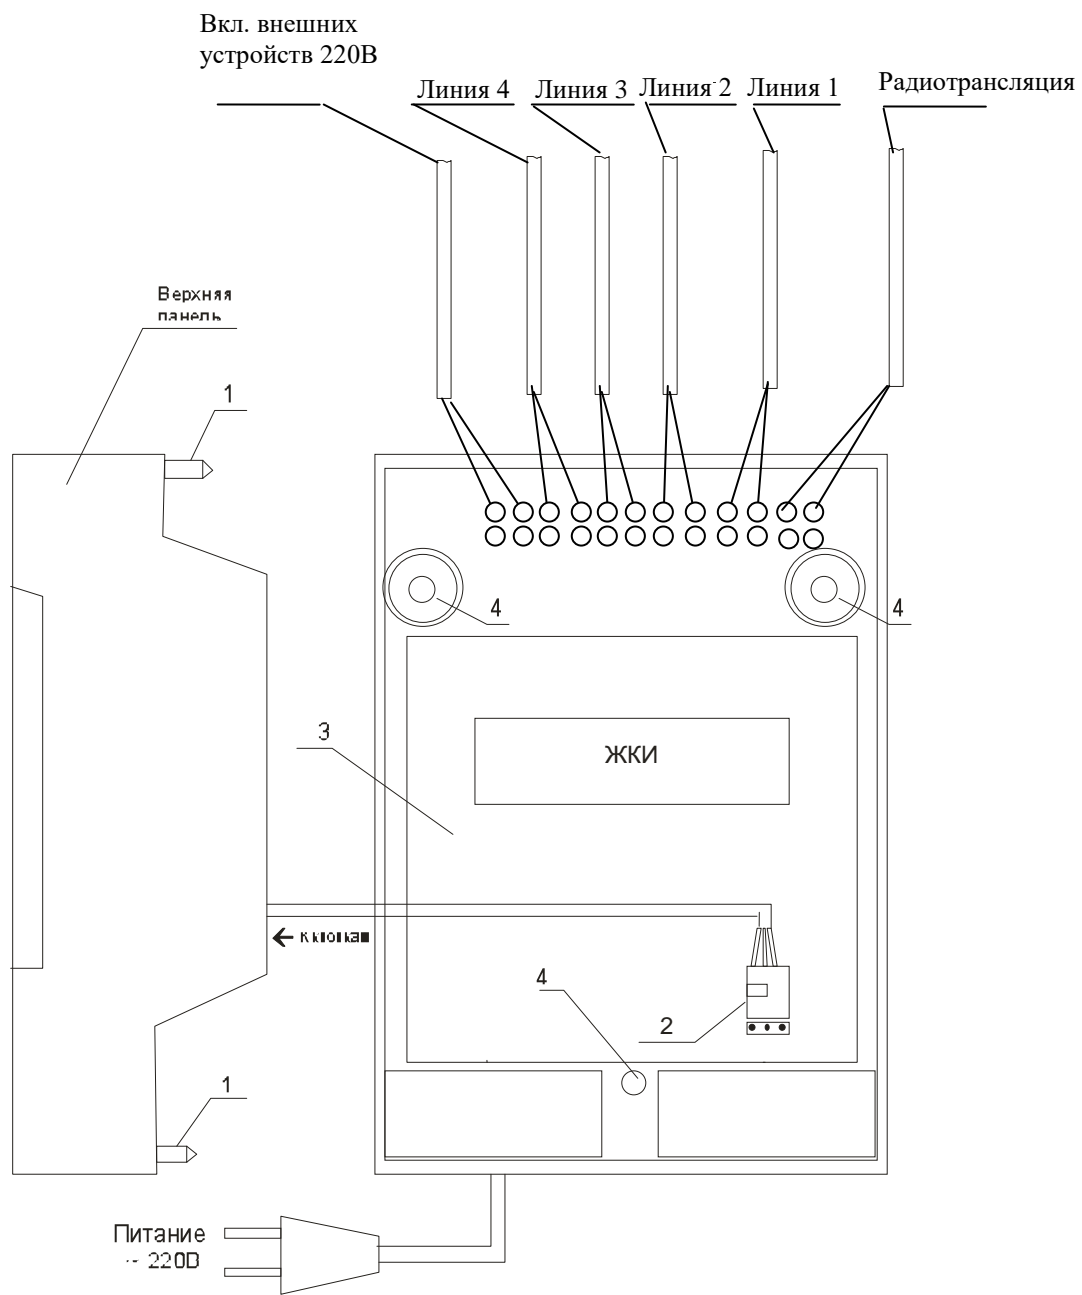

Рис. 1
4.1 Выверните четыре винта 1, расположенных на верхней панели ЧС (см. Рис.1). Осторожно снимите верхнюю панель и отсоедините разъем 2, соединяющий кнопки с печатной платой 3.
- линии вторичных часов №№ 1, 2, 3 и 4, а также линию радиотрансляции в соответствии со схемой рис.1;
- линию включения внешних устройств в соответствии со схемой рис. 1 и 2.